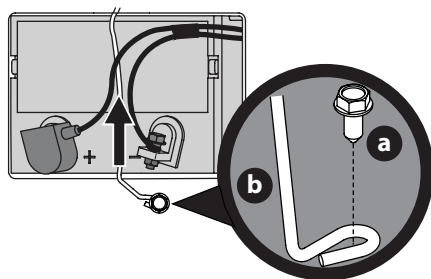

Fig. 15
- Retirez la vis à bride hexagonale (a) fixant le support de fixation de la batterie (b) au châssis. Relevez ensuite le support de fixation de la batterie (b) pour dégager la batterie (Fig. 15).